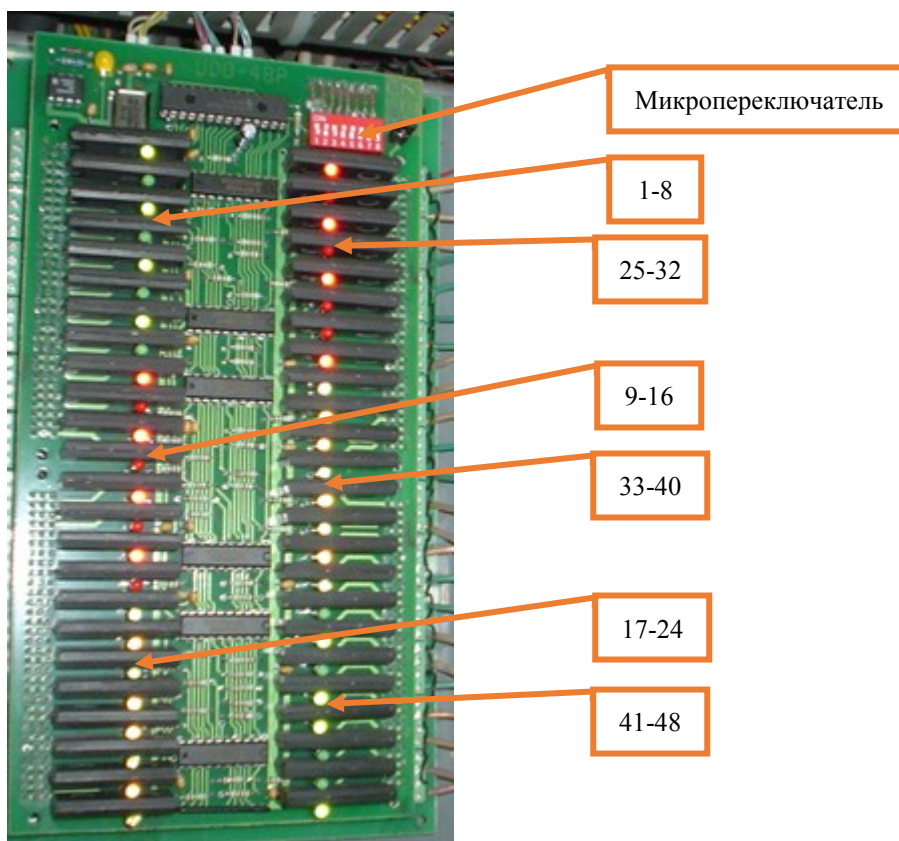

Рисунок 2. Микропереключатель на УДО-48Р.
7.1.6 На устройстве УДО-48Р, взятом для замены из ЗИПа, установить все тумблеры на микропереключателе (Рисунок 2) в положение аналогичное тому, которое установлено на заменяемом устройстве УДО-48Р.